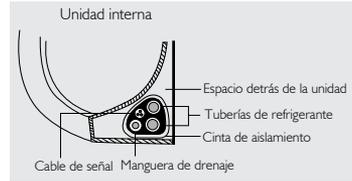

Figura 26
1. Envuelva la manguera de drenaje, la tubería de refrigerante y el cable de señal como se muestra en la figura 26.